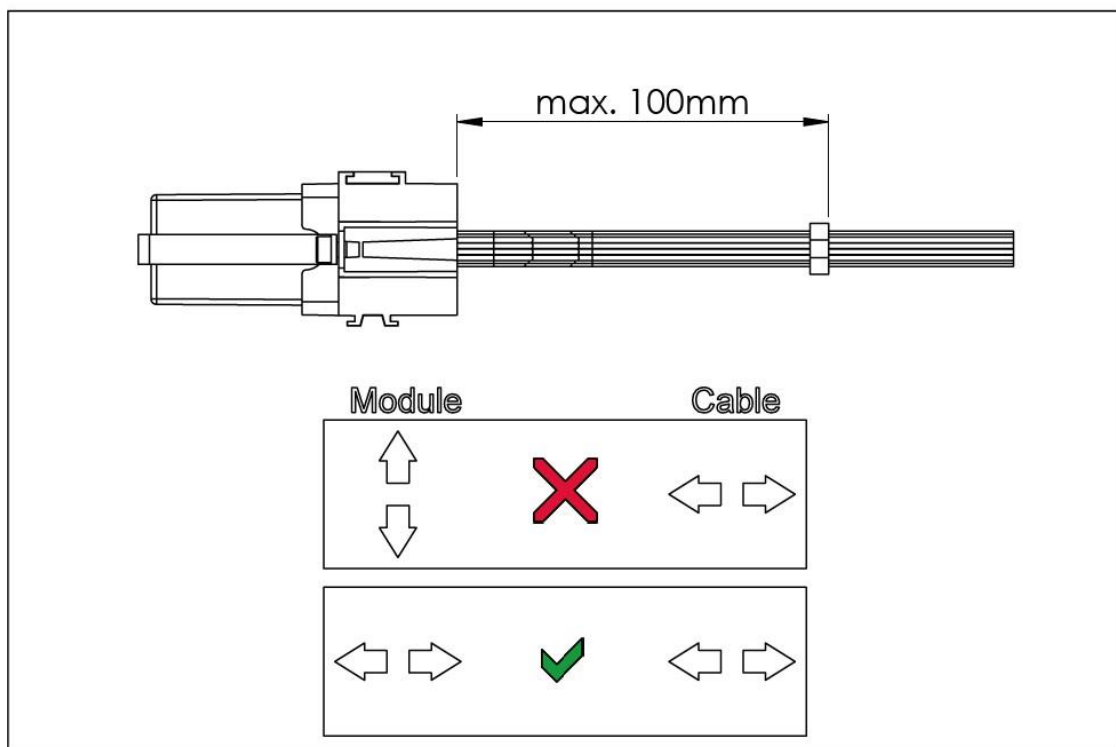

Abbildung 1: Zugentlastung des Kabelbaums (exemplarisch). 100 mm (max.) müssen eingehalten werden, Zeitrelais kann variieren.
- Die Kabelführung muss so gewählt werden, dass sich der Kabelbaum ausschließlich identisch zur Bewegungsrichtung der Steuerung/des Steckers bewegt. (Befestigung Steuerung/Kabel/Zugentlastung auf demselben Untergrund). Eine Zugentlastung ist zwingend notwendig (siehe Abbildung 1).